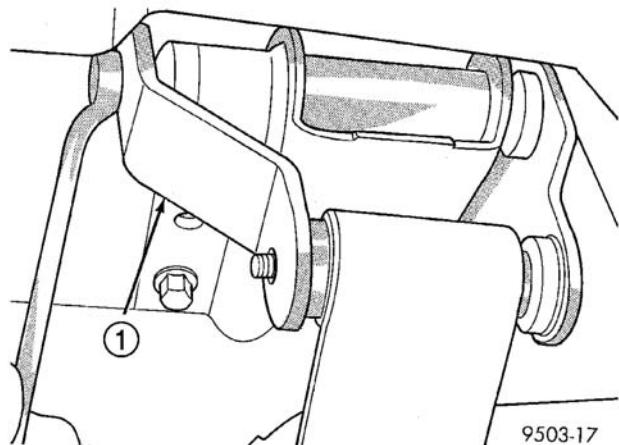
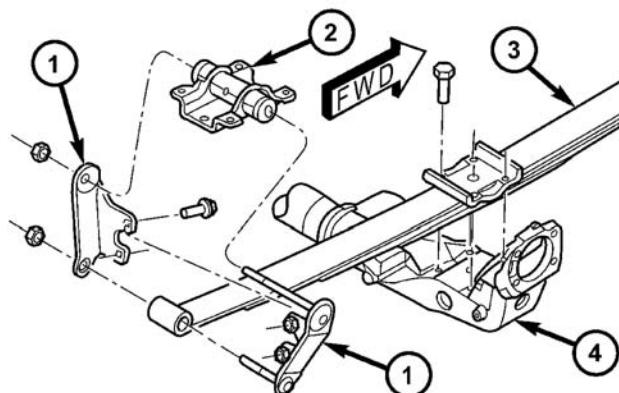

图 38 板簧吊耳螺母 (前轮驱动车型)
图 39 全轮驱动后悬架
(1) 拆卸板簧后吊耳的固定螺母和螺栓 (图 38 和图 39)。